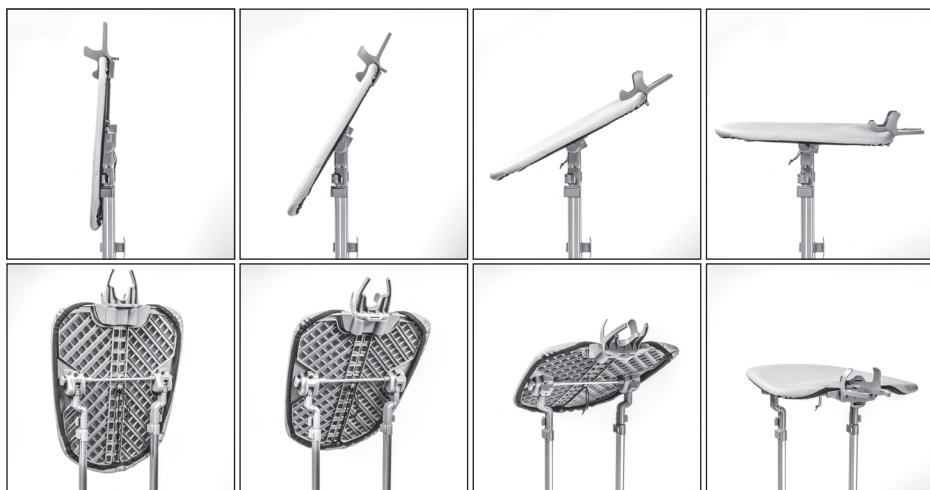

Рис. 7
7.2.1 Гладильная доска имеет механизм наклона и может быть установлена под углом 30°, 60°, 90° и 0° (рис. 7).